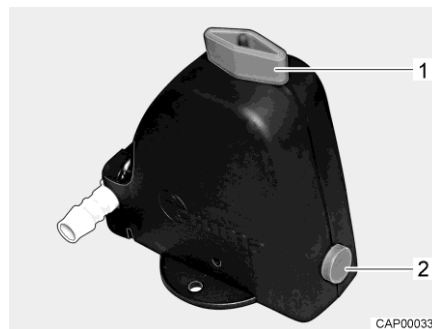
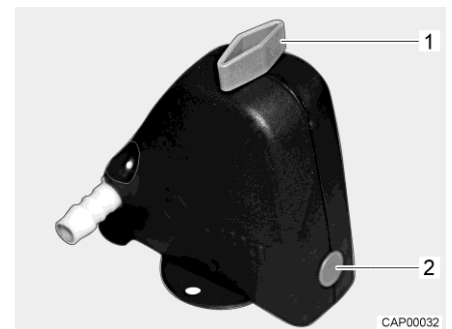

Fig. 59 Valvola di sicurezza/di scarico aperta
Fig. 60 Valvola di sicurezza/di scarico chiusa
- Chiudere la valvola di sicurezza/di scarico. A tal fine ruotare la manopola (Fig. 59,1) trasversalmente rispetto alla valvola di sicurezza/di scarico e premere verso l'interno il bottone automatico (Fig. 59,2). La valvola di sicurezza/di scarico chiusa è rappresentata in Fig. 60. Con temperature inferiori a 6 °C non è possibile chiudere la valvola di sicurezza/di scarico.